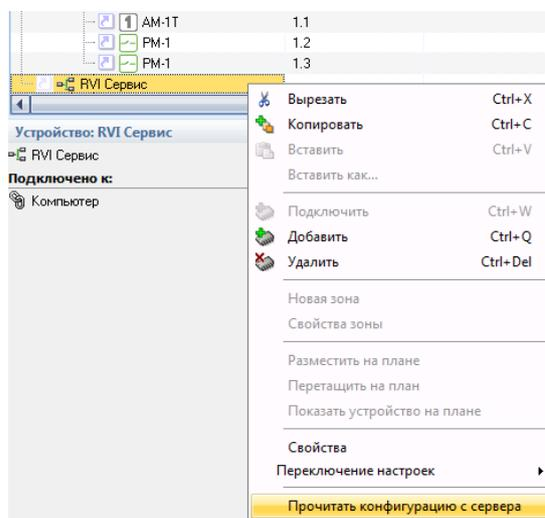
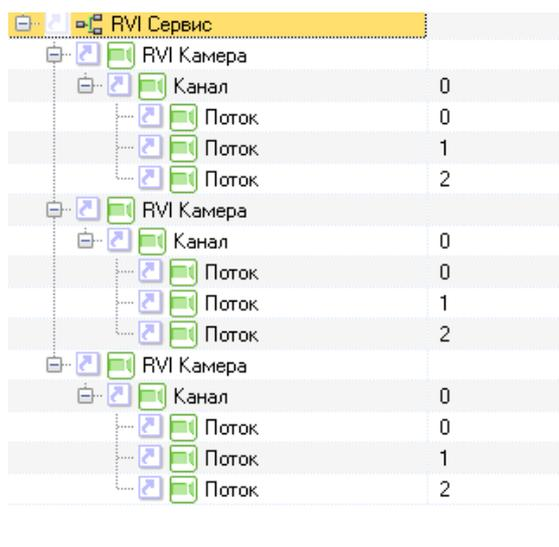

Рисунок 7.51 Чтение конфигурации с сервера
Рисунок 7.52 Устройство RVI камера в дереве устройств
- 2) после того, как устройство RVI сервис появится в дереве устройств, необходимо открыть контекстное меню и выбрать команду «Прочитать конфигурацию с сервера», после чего в конфигурацию добавится устройство RVI камера (Рисунок 7.51, Рисунок 7.52).